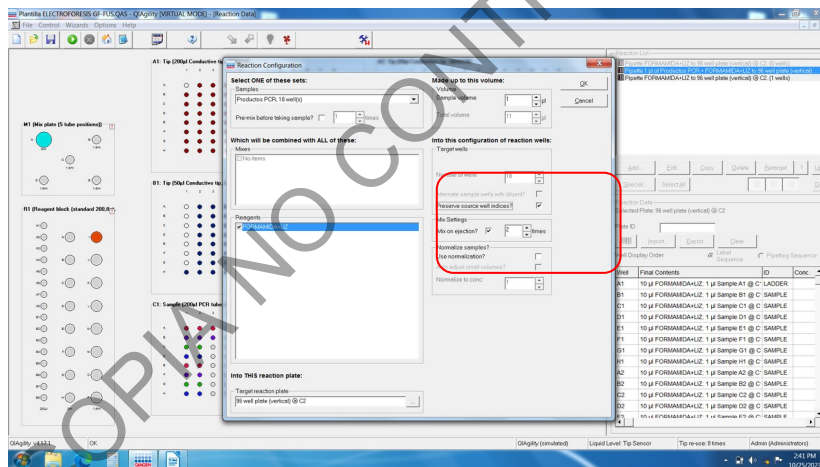

Figura 9. Edición de posición de pipeteo.
2.10.1) Se abre un cuadro de dialogo (ver Figura 9). De click en "**Preserve source well indices**" y luego de click en "**Ok**". Esto mantendrá la posición original de los productos amplificados y trasladara las escaleras alélicas al final del proceso de pipeteo.